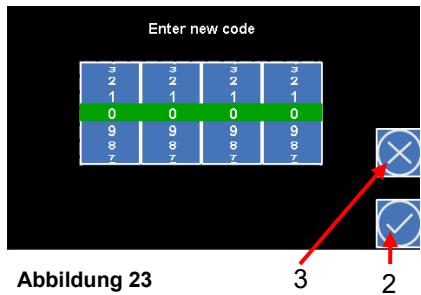

Abbildung 23
- Ist der Code korrekt, dann erscheint das Menü **Enter new code** (siehe Abbildung 23).
5. Bestätigen Sie die Eingabe mit dem Icon **Übernehmen** (2).